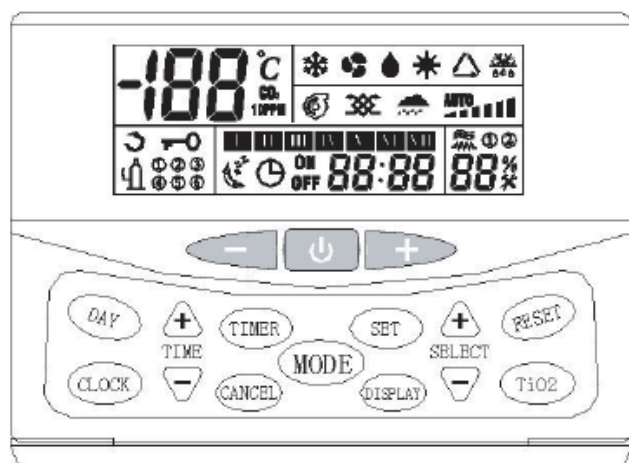

Рисунок 2
2.2 Описание кнопок (более подробное описание приводится в руководстве по эксплуатации), рис. 2